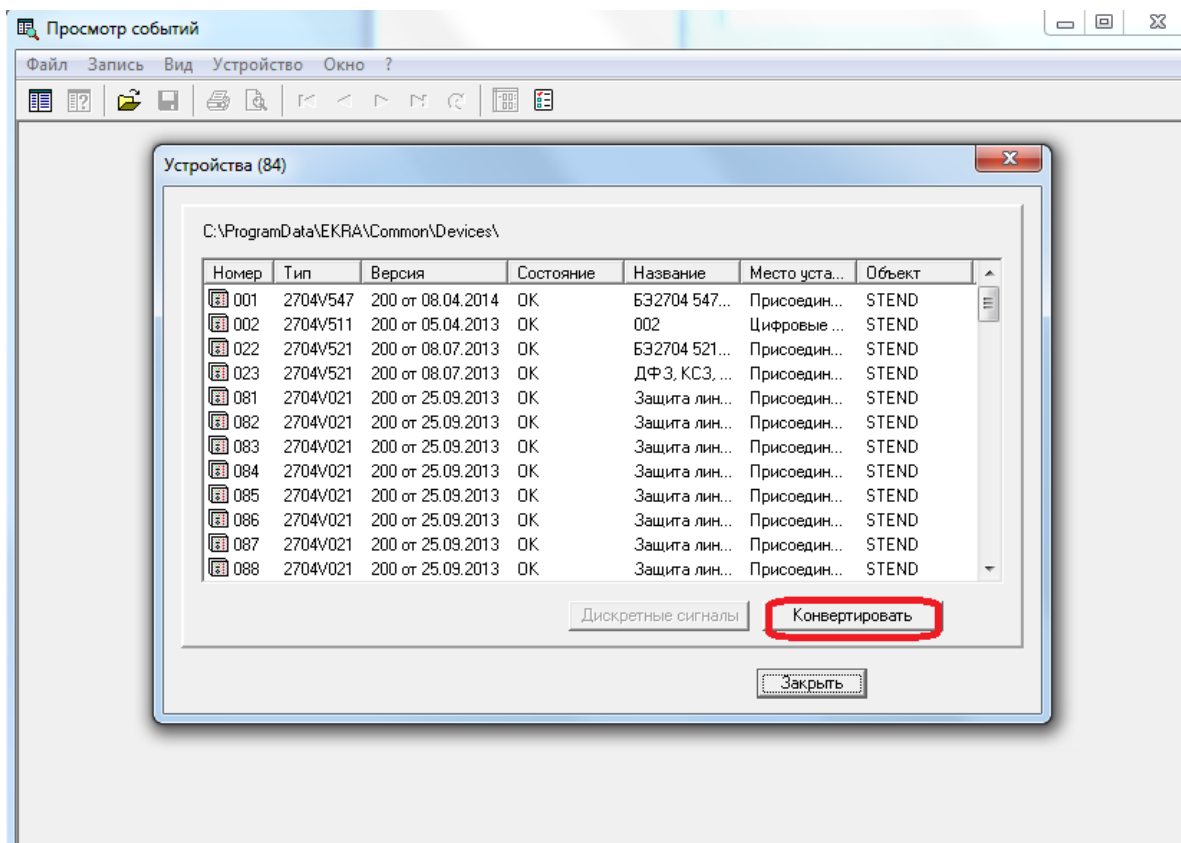

Рисунок 5.122
– выполнить конвертацию файлов конфигурации терминалов БЭ2704 и БЭ2502 в базу данных кодов событий при помощи программы **Просмотр событий**. Для этого запустить программу **Просмотр событий** из меню **Пуск**, затем в меню **Устройства** выбрать пункт **Список устройств**. В появившемся окне нажать кнопку **Конвертировать** (см. рисунок 5.122);